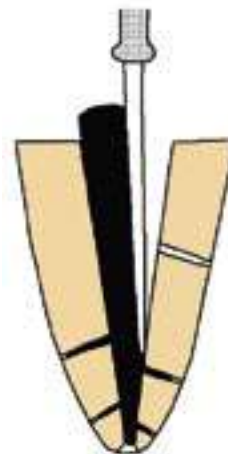

Fig. 2. Scellement et compactage du maître-cône
- Scellement et compactage du maître-cône (Fig. 2)